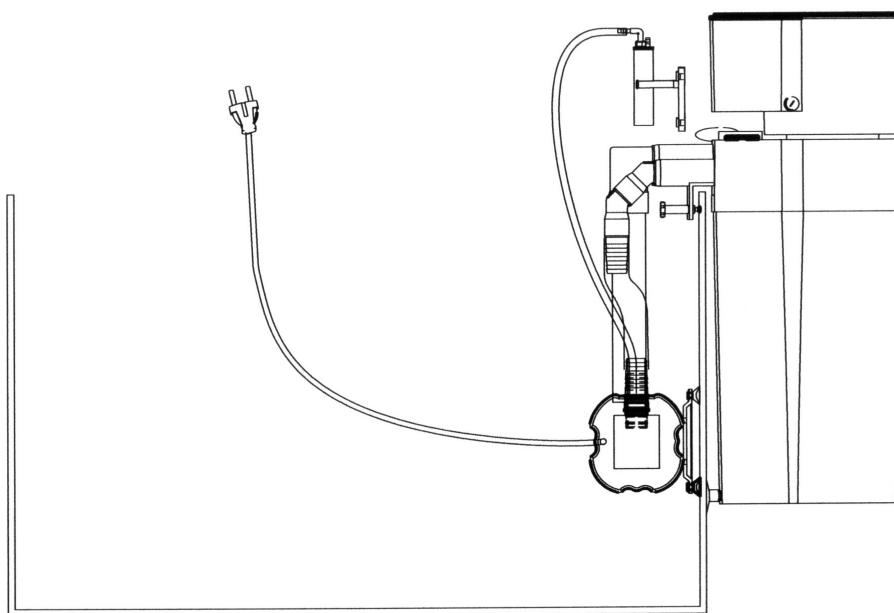

рис. 3: Turboflotor Blue 3000, установлен как внешний навесной флотатор
1. как внешний флотатор, снаружи на край аквариума (рис. 3)
Установка снаружи аквариума (рис. 3):
Теперь можно регулировать наклон флотатора относительно аквариумного стекла. Для этого оба нижних юстирующих болта закрепляются таким образом, чтобы флотатор плотно прилегал к аквариуму. При этом рекомендуется устанавливать флотатор не полностью вертикально, а с углом наклона в 2° относительно аквариума (рис.3). Подобный способ установки позволяет более прочно закрепить флотатор и избежать распыливания вытекающей воды. На каждый из регулировочных болтов надевается силиконовая присоска для более прочного закрепления флотатора. Теперь флотатор закреплён и готов к работе.